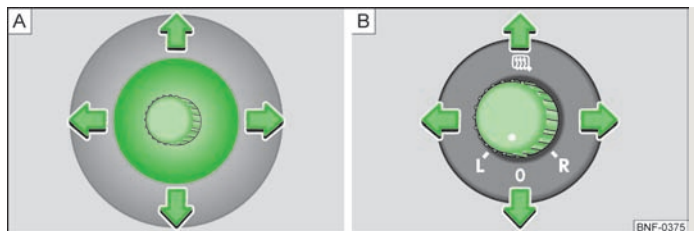

Fig. 32 I døren: Indstillingsknap til mekanisk sidespejl / Drejeknap til elektriske sidespejle
- Indstil spejlfladen til den ønskede position » Fig. 32 – [A] med indstillingsknappen. Spejlfladen bevæger sig på samme måde, som du bevæger indstillingsknappen.
- Drej drejeknappen til position  » Fig. 32 – [B].
- Drej drejeknappen til position **L** » Fig. 32 – [B]. Spejlfladen bevæger sig på samme måde, som du bevæger drejeknappen.